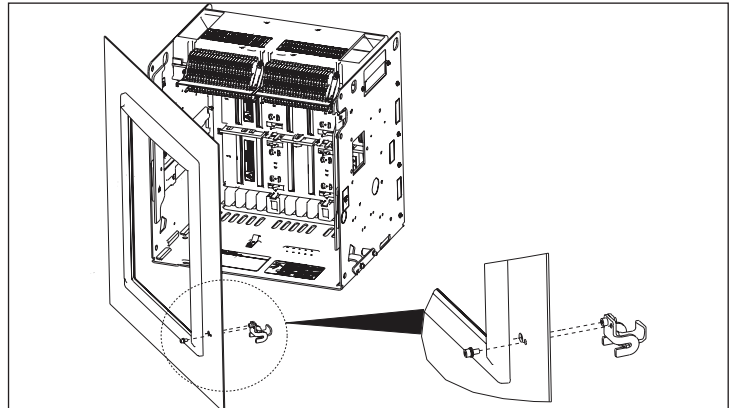

Abbildung 8. Montage Verklüpfung an der Innenseite der Gehäusetür
Schritt 5: Die Verklüpfung wird an die Innenseite der Tür mit der Schraube M5, der Sicherungsscheibe und der Unterlegscheibe befestigt (**Abb.8**). Drehmoment 4 Nm (35 in-lbs).